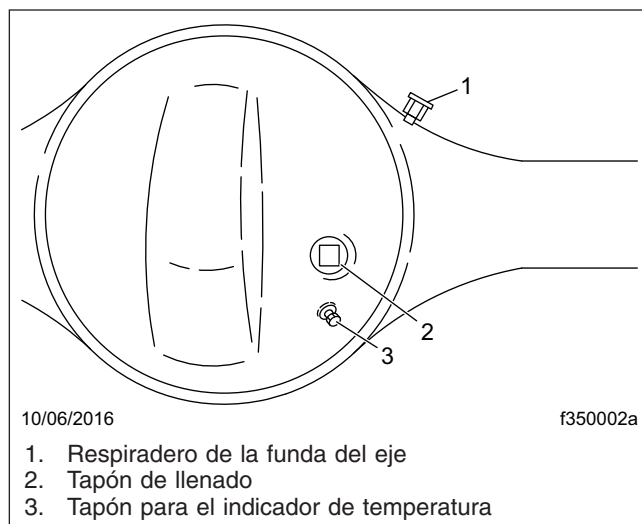

Figura 11, Respiradero de la funda del eje Dana Spicer
3. Limpie el tapón de llenado de aceite y su área circundante: vea la **Figura 11**. Retire el tapón del orificio de llenado (o del tubo vertical, si está instalado en el orificio de llenado de aceite).
6. Revise el respiradero de la funda del eje. Asegúrese de que esté destapado y libre de corrosión. Vea la **Figura 11**. Si el respiradero está obstruido o dañado, límpielo o reemplácelo según sea necesario.